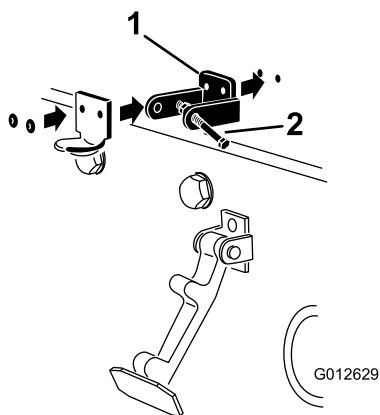

図 7
4. CEロックブラケットとフードラッチブラケットの穴を整列させてフードにセットする 図 7。
6. ブラケットとワッシャをフードにリベットで固定する 図 7。